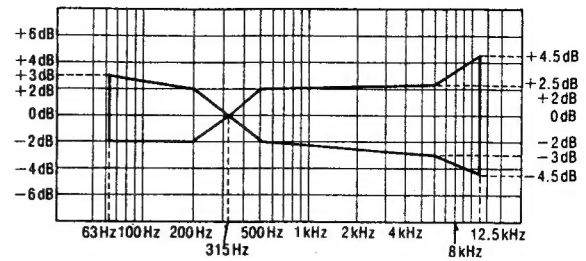

Abb. 6
2. Achten Sie darauf, daß der Frequenzgang für beide Kanäle (L-K, R-K) in dem in **Abb. 6** gezeigten Bereich liegt.